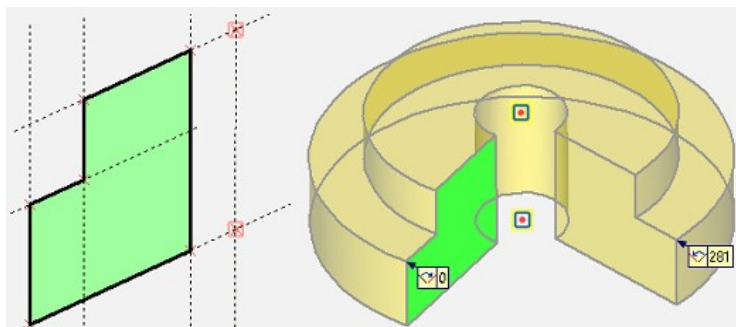

Рис. 25
2. Вращение: плоский эскиз вращается вокруг оси, лежащей в одной плоскости с ним (ось может проходить через одно из ребер, соприкаться с ним в некоторой точке либо располагаться вне контура эскиза, но не должна пересекать контур эскиза). Вращение при этом осуществляется на полную окружность (получается 3D-модель тела вращения) или на некоторый заданный угол в направлении по или против часовой стрелки (получается сегмент тела вращения – рис. 25).